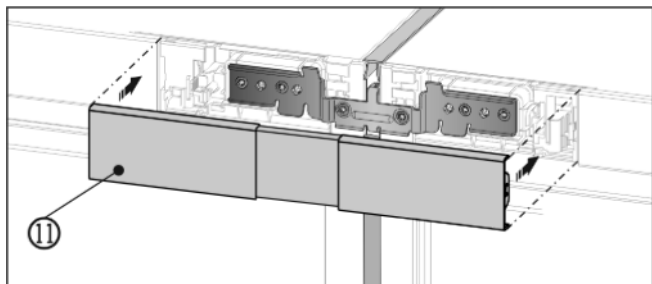

Fig. 15
- ▶ Horní kryt Fig. 15 (11) zatlačte do západek ještě otevřeného prostoru mezi oběma ovládacími panely. Dbejte na to, aby vnější strany krytu lícovaly s krytkami ovládacích panelů.